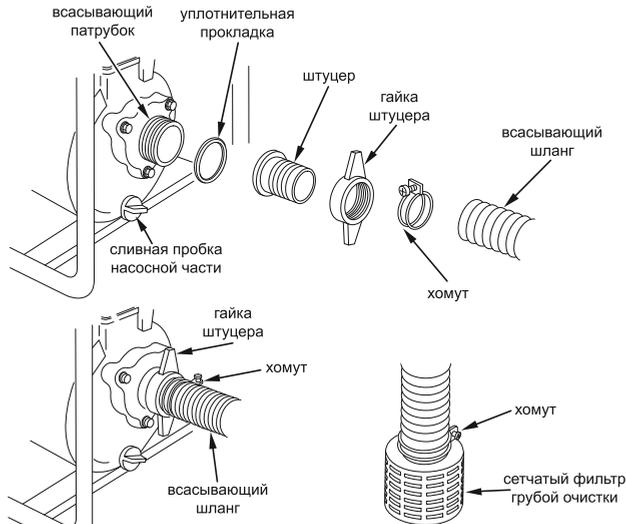

Рис. 6
8.5.1. Закрепить гайками на всасывающий и напорный патрубки насоса штуцеры. Предварительно установить уплотнительные резиновые прокладки между штуцерами и патрубками (см. рис. 6);
8.6.4. Во избежание повреждения насосной части насоса вследствие коррозии или расширения воды при случайном замерзании, необходимо после эксплуатации и перед длительным хранением слить из нее воду, открутив сливную пробку (см. рис. 6).